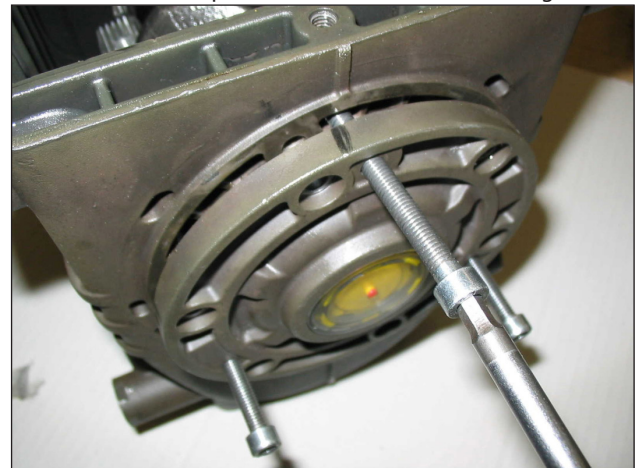

Fig. 3
- As coberturas laterais usando - para a extração - 3 parafusos M6x50 totalmente rosqueados, inserindo-os nos orifícios rosqueados, conforme indicado na Fig. 3.